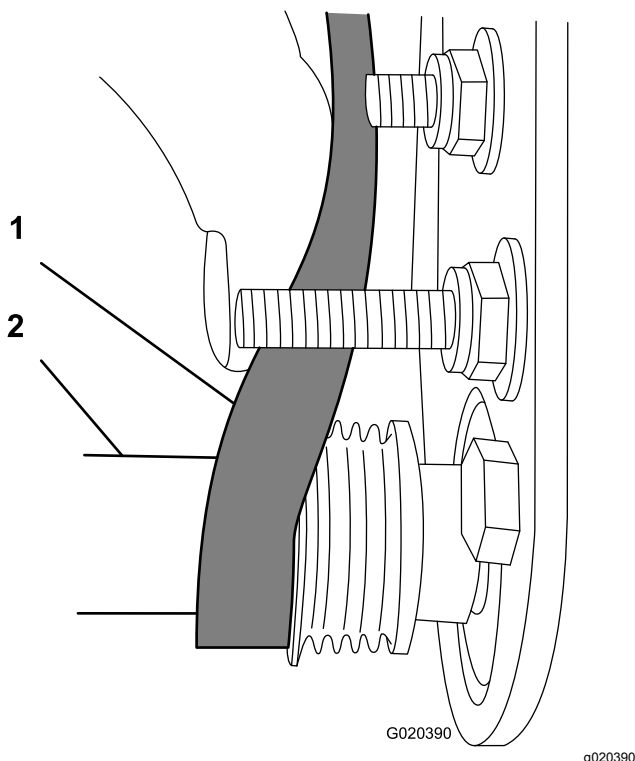

Figura 29
- C. Utilice una llave de vaso profundo de 9/16" para girar el conjunto del cepillo y guiar la correa sobre la polea arrastrada (Figura 29).